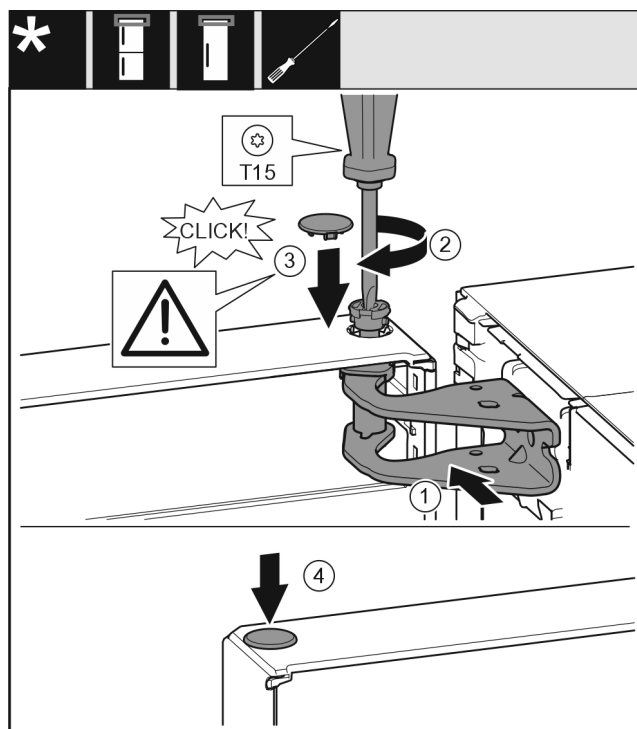

Fig. 23
- Allineare la porta superiore all'apertura nella staffa di supporto Fig. 23 (1).
- Inserire i perni Fig. 23 (2) e stringerli con un cacciavite.
- Inserire la copertura Fig. 23 (3).
- Controllare che la copertura Fig. 23 (3) poggi sulla porta.
- Inserire la copertura Fig. 23 (4).